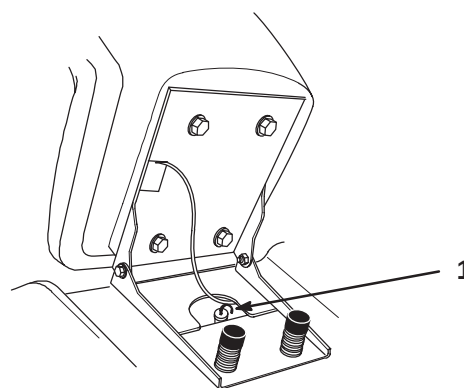

Bild 44
4. Reinigen Sie den Bereich um den Ölpeilstab (Antriebsachse) herum (Bild 44), damit kein Schmutz in den Einfüllstutzen gelangen und so die Antriebsachse beschädigen kann.
5. Ziehen Sie den Ölpeilstab aus der Antriebsachse und wischen das Metallende ab (Bild 44).
- Gießen Sie die angegebene Ölmenge langsam in das Einfüllrohr (Bild 44) ein.